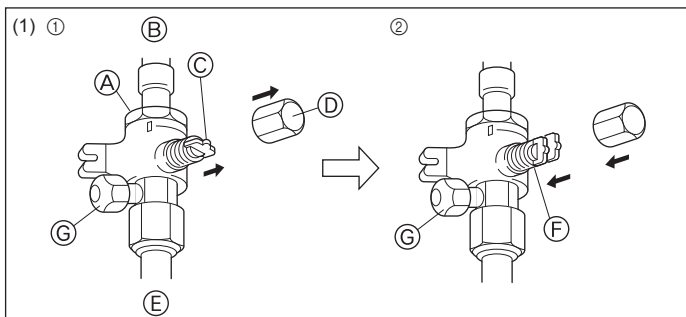
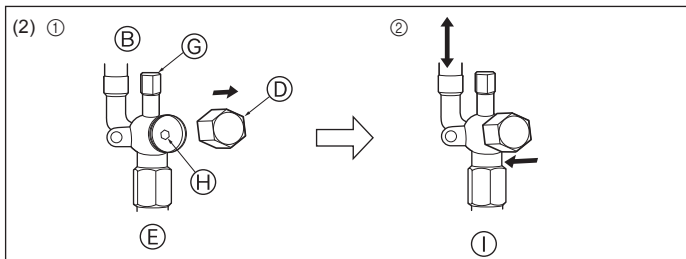

Fig. 4-9
Fig. 4-10
(1) Lado del gas (Fig. 4-9)
- ① Quite la tapa, tire de la manivela hacia usted y gire 1/4 de vuelta hacia la izquierda para abrir.
- ② Cerciérese de que la válvula de parada esté completamente abierta, empuje la manivela y enrosque la tapa en su posición original.
(2) Lado del líquido (Fig. 4-10)
- ① Abra la tapa y gire la varilla de válvula hacia la izquierda hasta su tope, utilizando una llave hexagonal de 4 mm. Deje de girar cuando llega al tope. (Ø6,35: Aproximadamente 4,5 revoluciones) (Ø9,52: Aproximadamente 10 revoluciones)